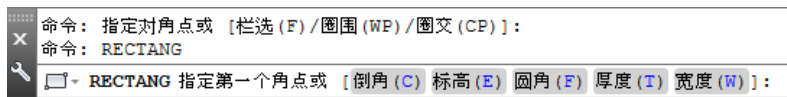

图 2.2.2 命令行提示
(1) 单击 **默认** 选项卡下“绘图”面板中的“矩形”命令按钮
(2) 在命令行中输入命令 RECTANG 后按 Enter 键。
Step2. 指定矩形的第一角点。在图 2.2.2 所示的命令行提示信息下，将鼠标光标移至绘图区中的某一点——点 A 处，并单击以指定矩形的第一个角点，此时移动鼠标，就会有一个临时矩形从该点延伸到光标所在处，并且矩形的大小随光标的移动而不断变化。
注意：图 2.2.2 中的 **标高(E)** 和 **厚度(T)** 两个选项将在后面的第 13 章中说明。
Step2. 在图 2.2.2 所示的命令行提示下, 指定第一个角点——点 A。
Step3. 在命令行指定另一个角点或 [面积 (A)/尺寸 (D)/旋转 (R)]: 的提示下, 输入字母 D (即选择尺寸 (D) 选项) 后, 按 Enter 键。
Step6. 在命令行指定另一个角点或 [面积 (A)/尺寸 (D)/旋转 (R)]: 的提示下, 在屏幕上相应的位置单击以确定矩形另一个角点, 完成矩形的绘制。
Step1. 选择下拉菜单 **绘图 (D)**  **矩形 (G)** 命令。
Step3. 在命令行指定另一个角点或 [面积 (A)/尺寸 (D)/旋转 (R)]: 的提示下, 输入字母 A (即选择面积 (A) 选项) 后, 按 Enter 键。
Step5. 在命令行计算矩形标注时依据 [长度 (L)/宽度 (W)] <长度>: 的提示下, 输入字母 L (即选择长度 (L) 选项) 后, 按 Enter 键。
Step3. 在命令行指定另一个角点或 [面积 (A)/尺寸 (D)/旋转 (R)]: 的提示下, 输入字母 R (即选择旋转 (R) 选项) 后, 按 Enter 键。
Step4. 在命令行指定旋转角度或 [拾取点 (P)]: 的提示下, 输入旋转角度值 340, 并按 Enter 键。
Step5. 在命令行指定另一个角点或 [面积 (A)/尺寸 (D)/旋转 (R)]: 的提示下, 指定第二个角点——点 B。
Step2. 在图 2.2.2 所示的命令行提示下, 输入字母 C 后, 按 Enter 键。
Step2. 在图 2.2.2 所示的命令行提示下，输入字母 F（即选择**圆角(F)**选项）后，按 Enter 键。
Step2. 在图 2.2.2 所示的命令行提示下，输入字母 W 后，按 Enter 键（即选择**宽度(W)**选项）。